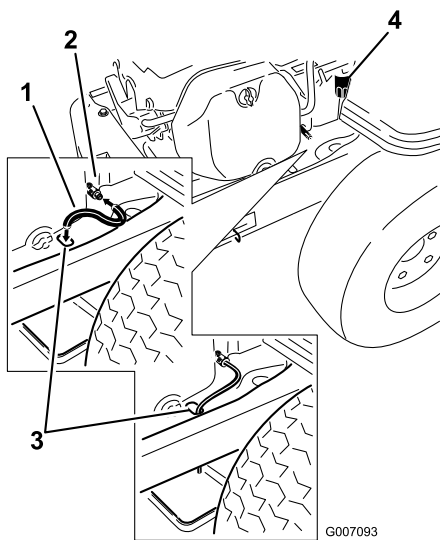

Figura 32
5. Limpie la zona alrededor de la válvula de vaciado del bastidor de la máquina. Localice el manguito de vaciado del aceite y deslícelo sobre la válvula de vaciado (Figura 32).
6. Pase el otro extremo del manguito de vaciado del aceite a través del orificio de vaciado del bastidor (Figura 32).